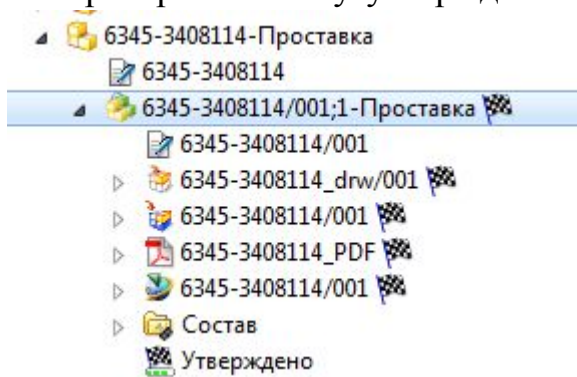

Рис. 54
10. После прохождения всех этапов проверки объекту утверждения будет присвоен статус **Утверждено** (рис.54)